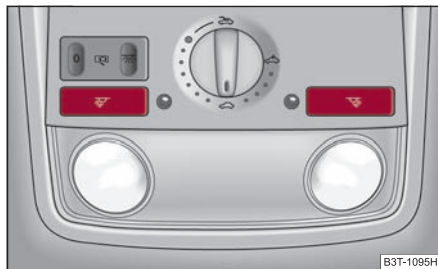
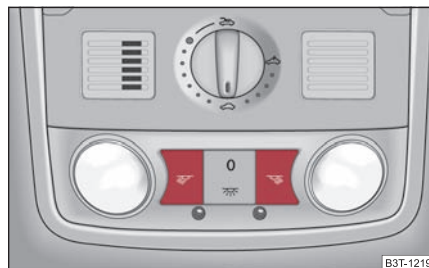

Fig. 64 Découpe dans le revêtement de pavillon: Spots de lecture AV
Fig. 65 Découpe dans le revêtement de pavillon: Spots de lecture avec surveillance de l'habitacle intégrée
- Vous pouvez allumer ou éteindre les spots de lecture à droite ou gauche en appuyant sur le contacteur  ⇒ fig. 64 ou ⇒ fig. 65. ■